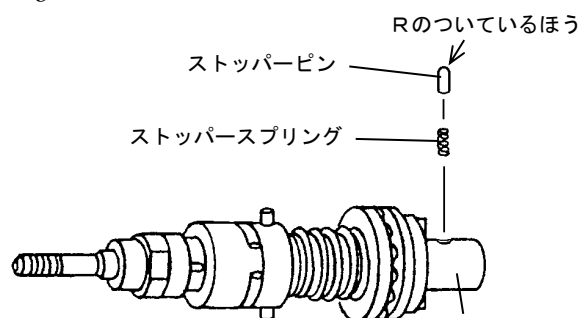

図6-10
- ④ ストッパーからストッパーピン、ストッパースプリングを取り出してください。(図6-10)
- ⑤ 指定のストッパースプリングを組み付けた後、ストッパーピンを組み付けてください。